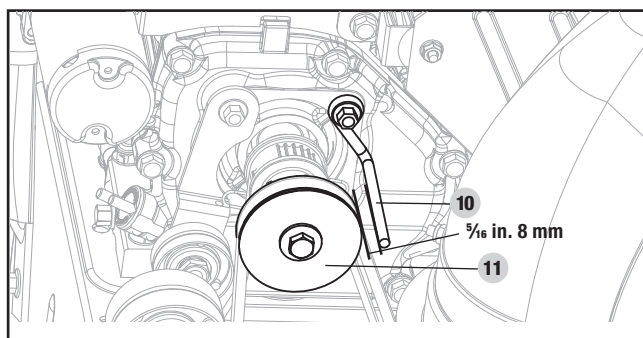

Figure 25
9. Une fois la courroie remplacée, serrez le boulon de 20 mm (6), en assurant un dégagement de 5/16 po (8 mm) entre le levier de la courroie (10) et la poulie (11) (figure 25).